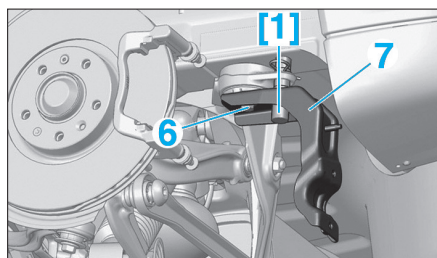

Fig. 54
- [1]. Outil de centrage du train arrière (réf : 0546-Z) (Fig.54).
- Centrer le train arrière à l'aide des outils [1], remonter les demi-paliers de la barre stabilisatrice (7) puis serrer les vis (6) train arrière dans cette position (Fig.54).